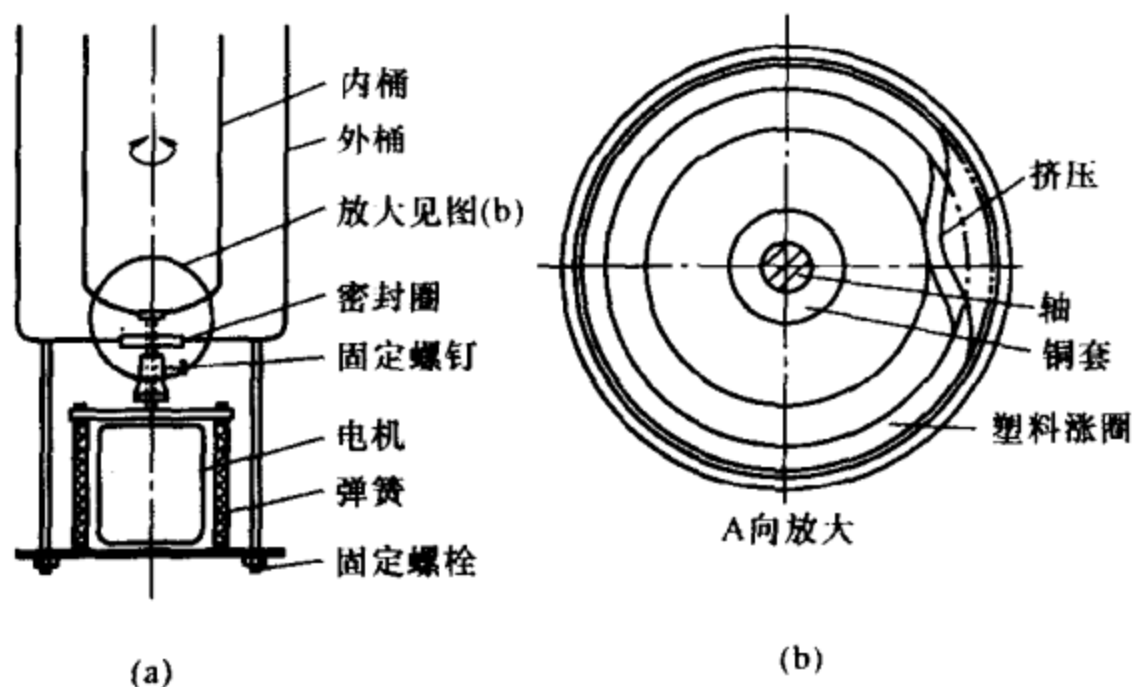

图 1-62 脱水桶安装结构示意图
(1) 松开电机轴上的固定螺钉，然后一只手固定电机转轴，另一只手边旋转脱水内桶，边向上拔，便可将脱水内桶卸下来。脱水桶安装结构图如图 1-62 (a) 所示。
(2) 卸掉电机的三个固定螺栓，拆下闸片上的软轴，电机便可被卸下来。
(3) 卸下脱水外桶的水密封圈。拆卸时可按图 1-62 所示的方法，即将塑料涨圈挤扁卸下。然后检查卸下的密封圈。如果密封唇磨损得很厉害，需将镶嵌的铜轴套拆下，以便进一步修理。
(4) 买一只嘉陵摩托车用油封，即减速齿轮箱上的油封，代号为 50、04、080。也可用工业上用的丁型骨架式橡胶油封。总之，只要能 and 脱水桶轴相配合就可以。